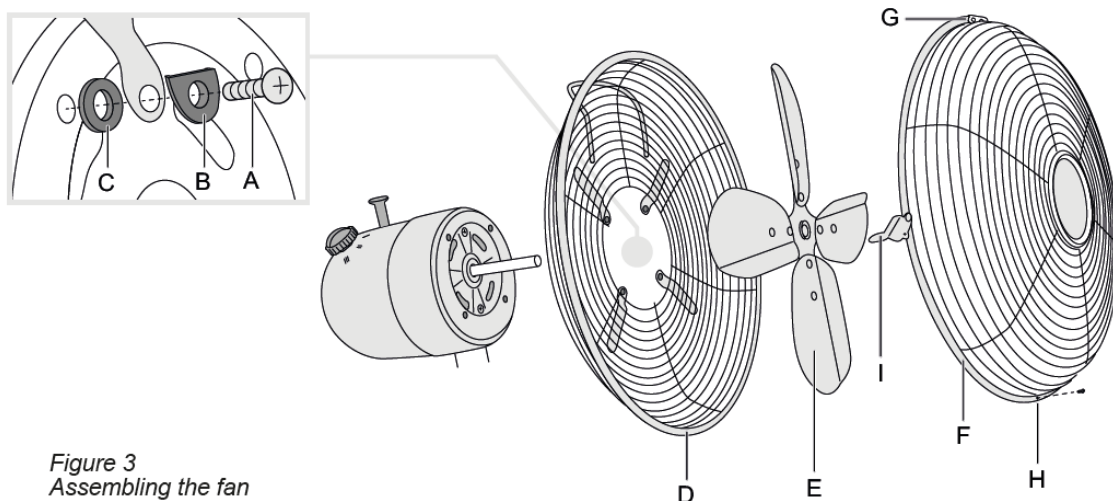

Figure 3
1. Lossa de 4 skruvarna (A) (se bild 3) och brickorna (B) och (C) från motorhöljet.
2. Placera det bakre skyddsgallret (med handtag) (D) på motoraxeln och se till att handtaget är högst upp.
3. Fäst det bakre skyddsgallret med fyra skruvar (A). Se till att brickorna (B) och (C) är placerade enligt bilden.
4. Placera fläktbladen (E) på axeln och dra åt skruven.
5. Sätt fast det främre skyddsgallret (F) på det bakre skyddsgallret.
6. För in en skruv genom öppningen (H) på undersidan av det främre och bakre skyddsgallret och dra åt skruven.
7. Stäng klämfästena (I) och (G) över kanten på båda skyddsgallerhalvorna.